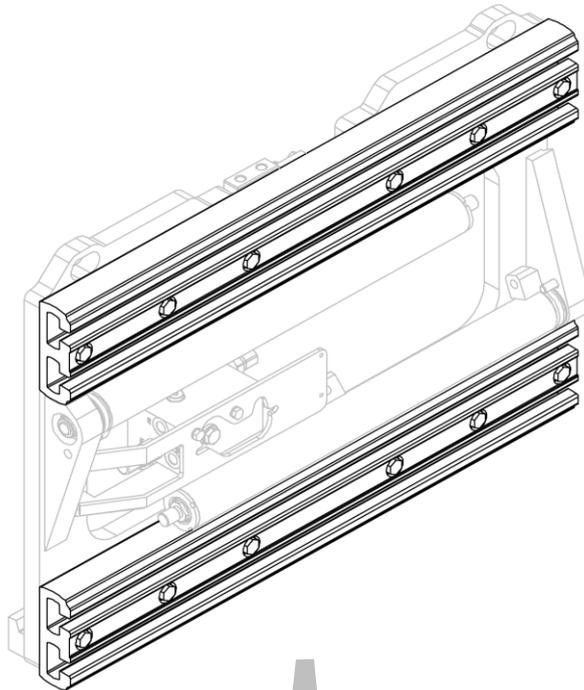
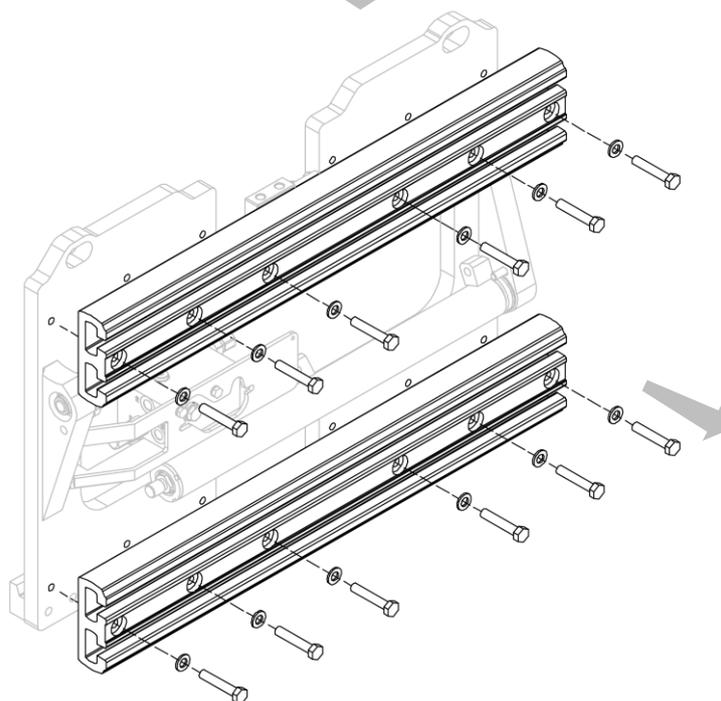

Figura 34
Figura 35
2. Rimuovere, uno per volta, i profili in alluminio dopo aver svitato le apposite viti (vedi *Figura 34* e *Figura 35*).